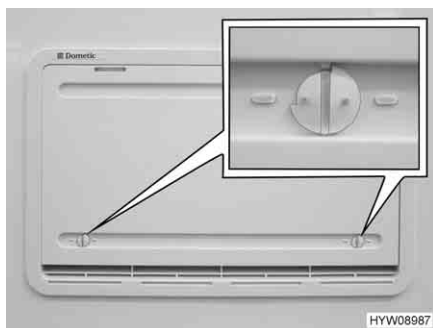

Bild 177 Vinterskydd
När kylskåpet ska vara i drift vid låga utetemperaturer, rekommenderar tillverkaren användning av ett vinterskydd (Bild 177) för kylskåpets ventilationsgaller.
- Öppna båda lås (Bild 177) (noten står horisontellt).